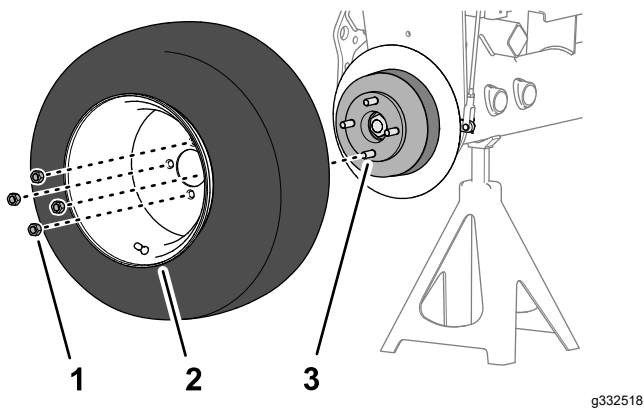

図 63
1. 前輪をハブに固定しているラグナット 4 個を外して前輪を取り外す 図 63。